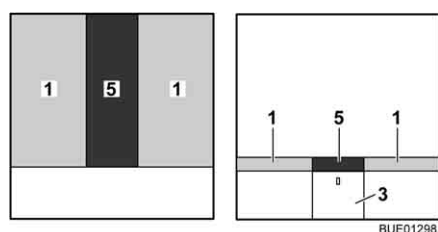

Bild 109 Efter ombyggnaden
- Lägg extradynan (Bild 109,5) mellan madrasserna (Bild 109,1).